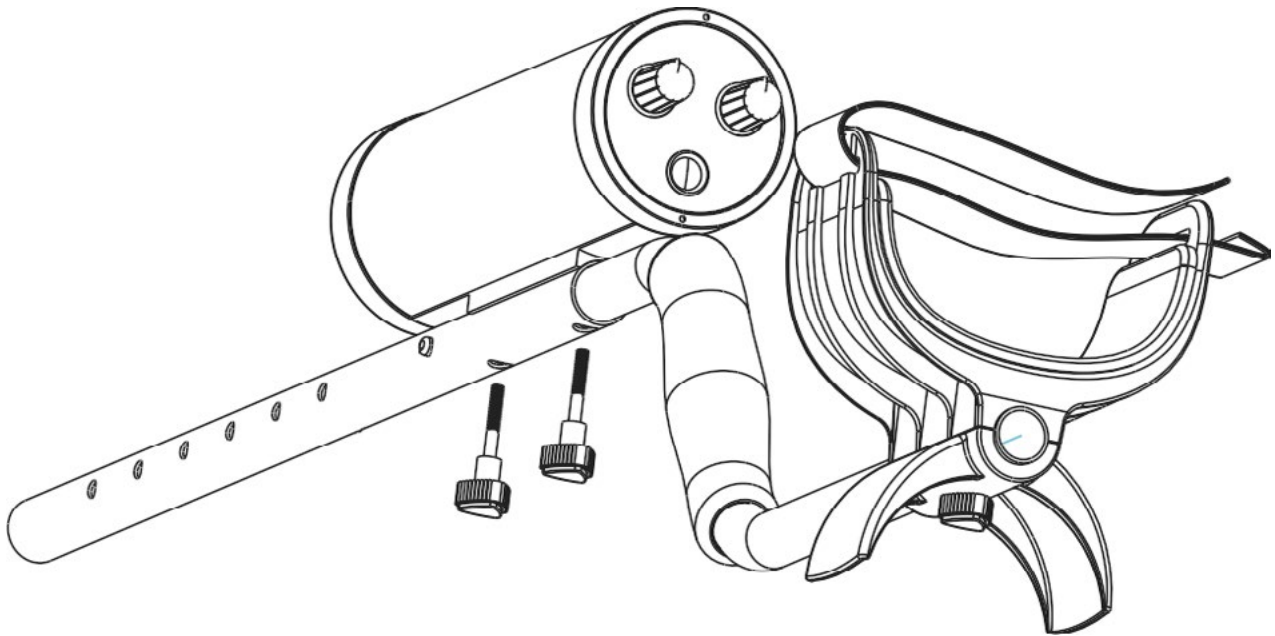

Fig.6 Montage de la tige supérieur
- Faites en sortes les deux trous sur les tiges supérieure et du milieu soient alignés, et visser les deux vis triangulaires pour fixer le boîtier de contrôle (Voir Fig. 6) :